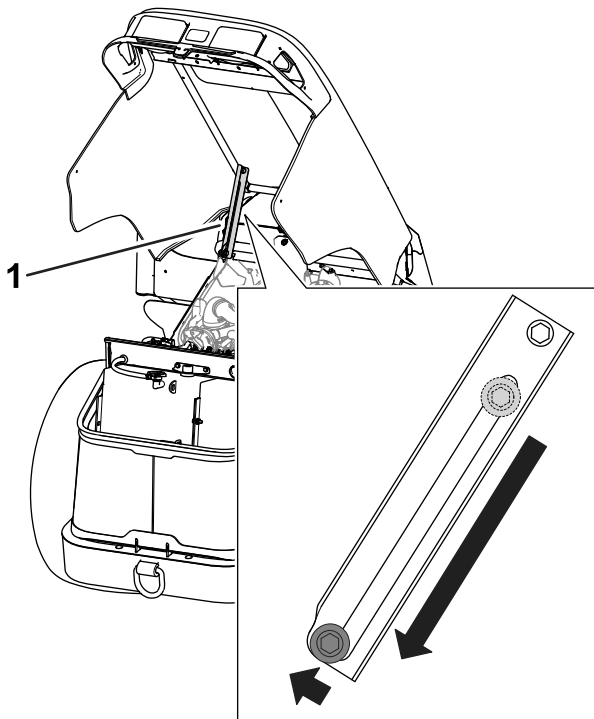

Figura 71
3. Asegúrese de que el perno de la varilla de sujeción del capó está en la muesca para que sujete el capó en la posición elevada (Figura 71).